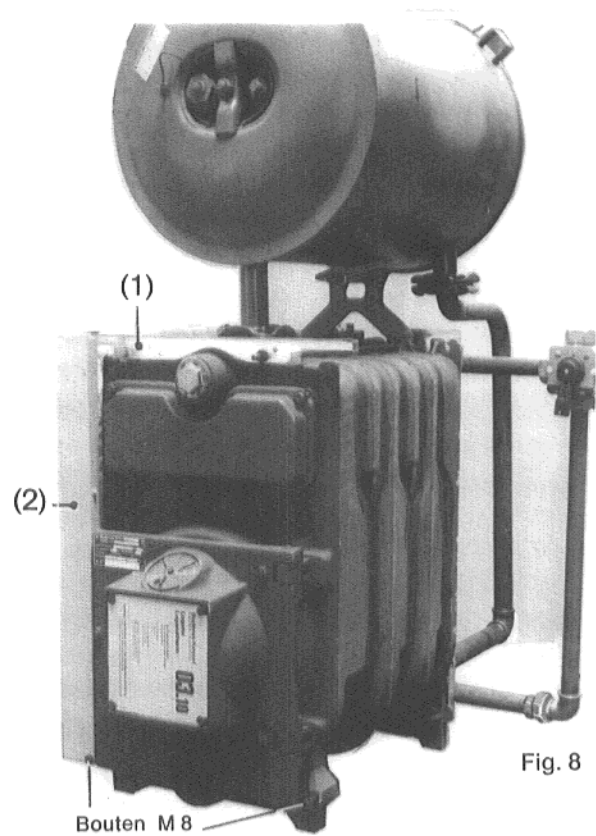

Fig. 8
**De traverse (1)** voor de ketelmantel plaatsen en met behulp van de contra-roer op de ankerstang vastschroeven. De traverse moet op de nokken van het voorlid rusten.
**De linkerzijplaat (2)** achter de stripjes van de achterplaat schuiven, aan de onderkant van het voorlid op de bout steeken en **uitsluitend** aan de zijkant op traverse en achterplaat vastschroeven (zie fig. 8).